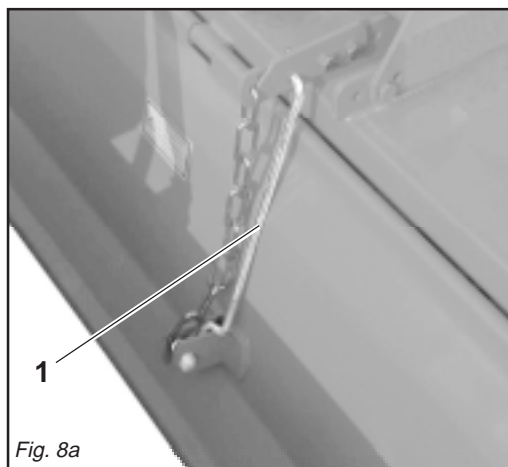

Fig. 8a
**Versione con asta e catenella antiribaltamento:** In fase di lavoro bisogna togliere l'asta (1 Fig. 8a).
**Version with rod and chains over-turning:** When the machine is operating rod (1 Fig. 8a) should be removed.
**Version mit Stange und Kette:** Bei der Arbeit ist die Stange (1 Abb. 8a) zu entfernen.
**version avec le barre et chaîne:** Pendant le travail il faut enlever la barre (1 Fig. 8a).
**Version con la barra y cadena:** En fase de trabajo es necesario quitar la barra (1 Fig. 8a).